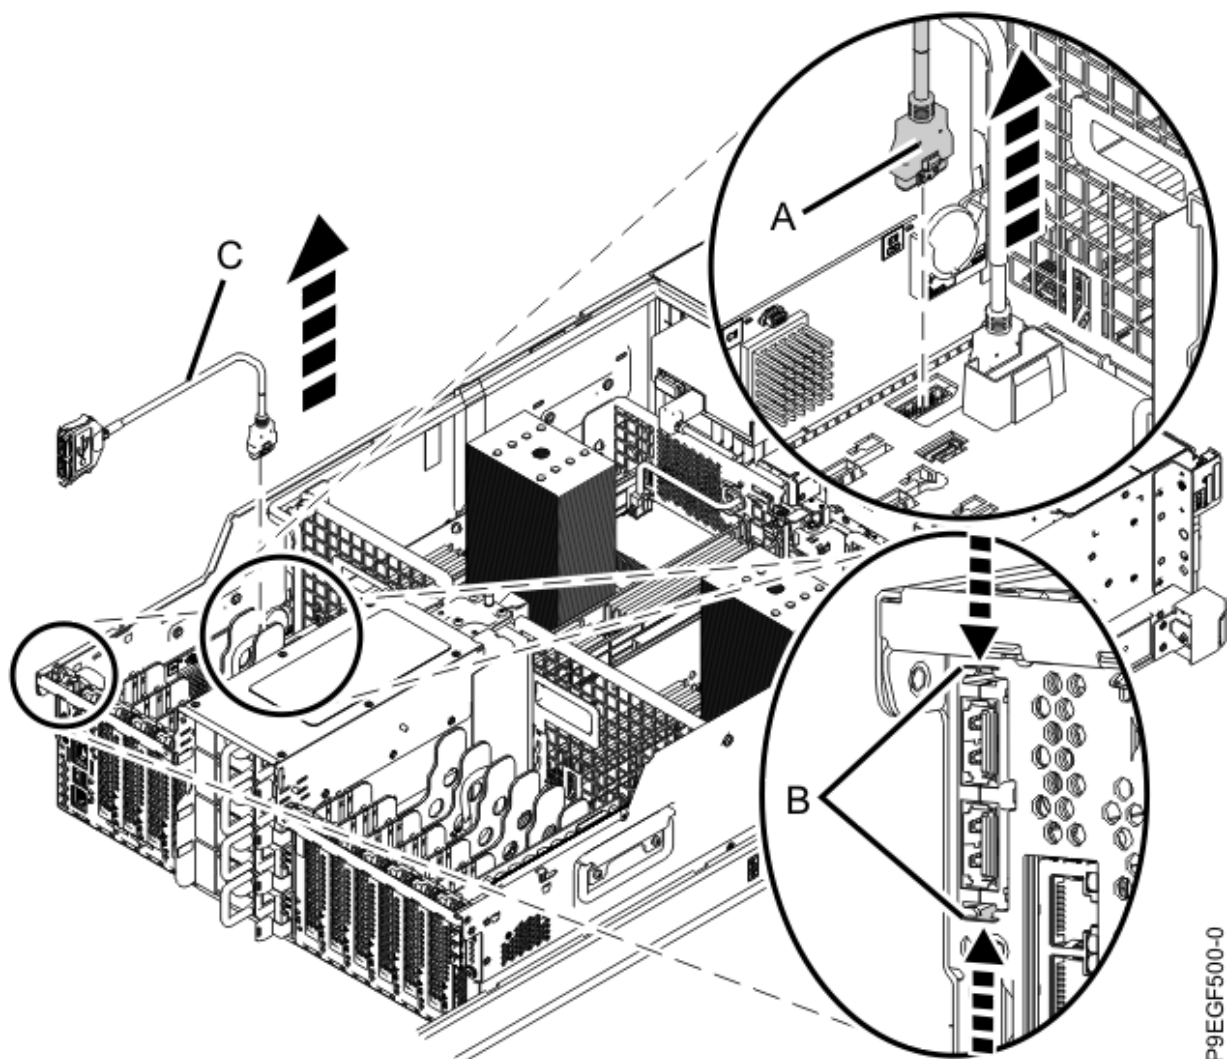

Abbildung 10. Hinteres USB-Kabel entfernen
7. Drücken Sie auf die Entriegelung am Anschluss und ziehen Sie das hintere USB-Kabel (**A**) an der Systemrückwandplatine ab (siehe Abbildung 10 auf Seite 13).
8. Drücken Sie an der Rückseite des Systems auf die Laschen **(B)** in der in Abbildung 10 auf Seite 13 gezeigten Richtung, um das hintere USB-Kabel **(C)** zu lösen.